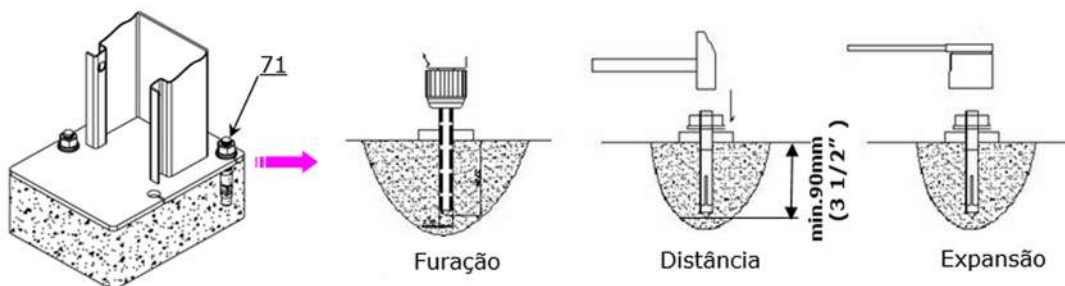

Fig. 43
3. Utilizando o martelo prescrito, fure todos os orifícios de ancoragem, instale os parafusos de ancoragem e aperte todas as porcas (ver Fig. 43)